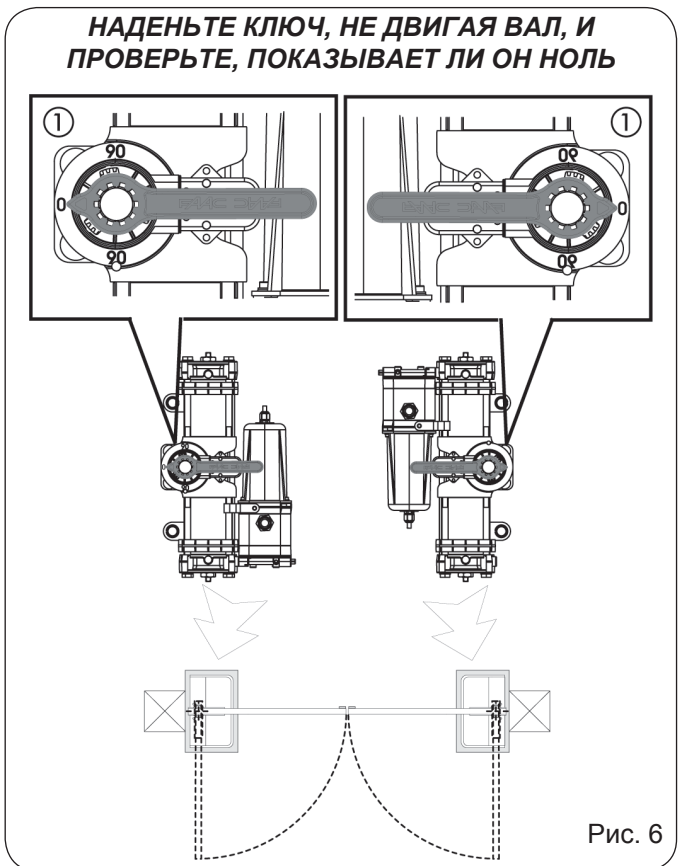

Рис. 6
- 6) **Не двигая вал,** наденьте прилагаемый гаечный ключ на привод, как показано на рис. 6, и убедитесь в том, что он показывает на 0 (НОЛЬ) на пластмассовой панели (рис. 6, позиция 1). Если необходимо, поверните вал. **(ВАЖНО ДЛЯ ПРАВИЛЬНОГО СОПРЯЖЕНИЯ ШЕСТЕРНИ С РИФЛЕННОЙ ВТУЛКОЙ ВО ВРЕМЯ УСТАНОВКИ).**